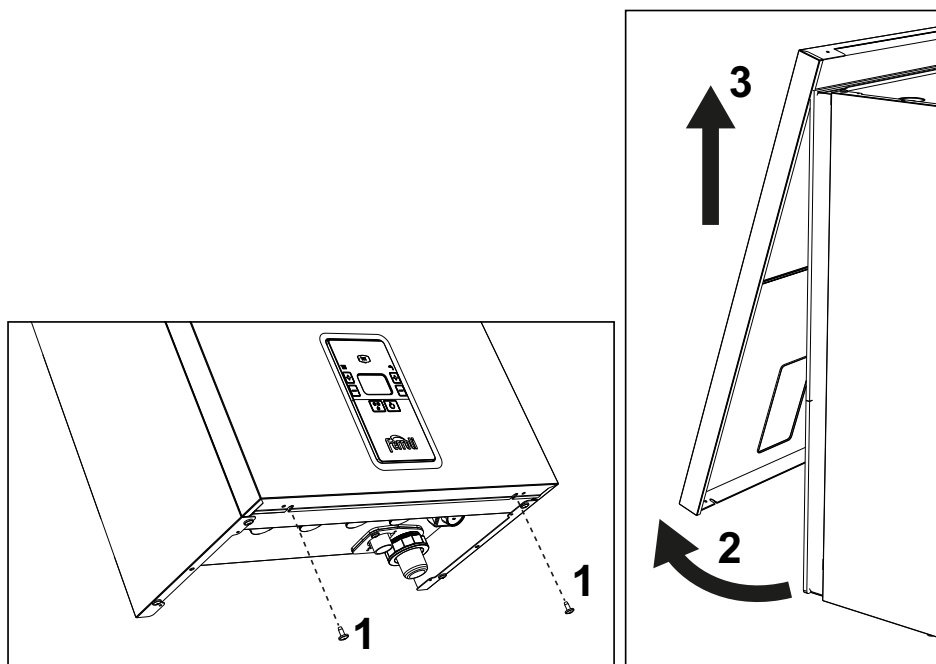

fig. 30- Deschiderea panoului frontal
1. Deșurubați șuruburile „1” (consultați fig. 30).